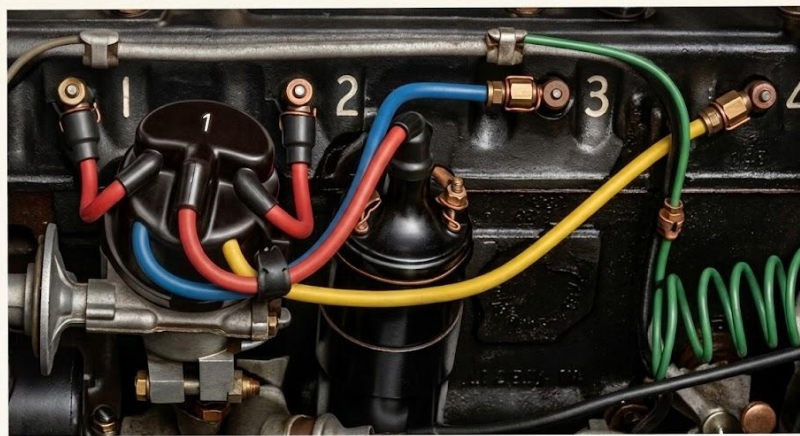

Fig. 26 Séquence d'attachement des fils de bougie.
- (o)** Posez le couvercle du distributeur (tête de delco) et branchez les fils de bougies sur les bougies correspondantes (Fig. 26). L'écartement des électrodes des bougies doit avoir été préalablement réglé à **.032" (0,80 mm)**. Branchez les câbles H.T. (Haute Tension) et L.T. (Basse Tension) sur la bobine d'allumage.